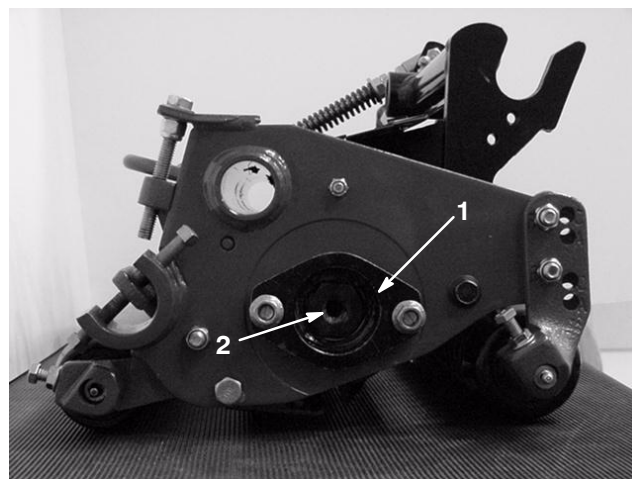

Bild 19
- B. Nehmen Sie die Einstellschraube des Spindellagers mit einem großen Steckschlüssel ab (Bild 19). Klopfen Sie mit einem kleinen Hammer auf den Kopf der Sechskantmutter am Ende der Spindelwelle, bis Sie den Spielraum am Ende der Spindel fühlen können.
3. Entfernen Sie die große Lagereinstellmutter vom Gegengewichtende der Spindelwelle (Bild 19) und die spezielle Keilmutter am anderen Ende der Spindelwelle.